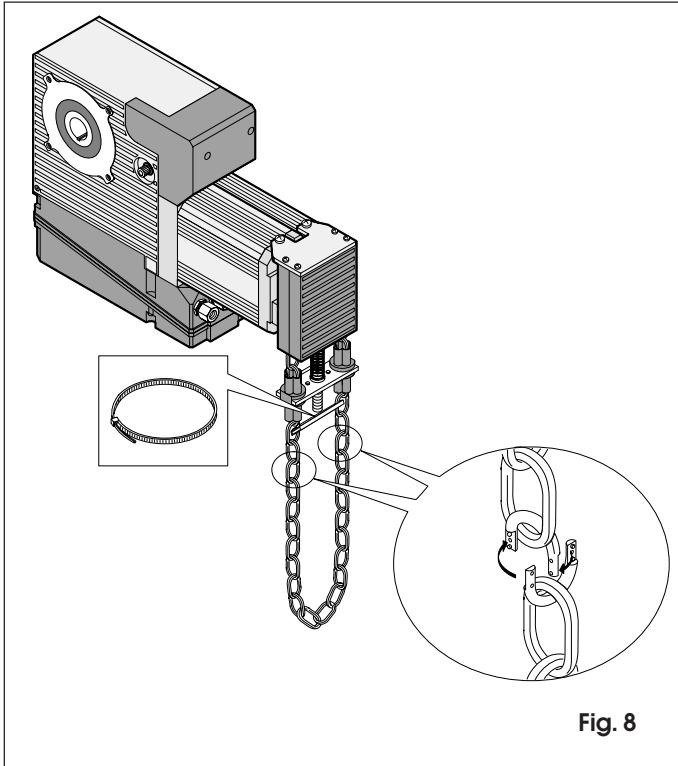
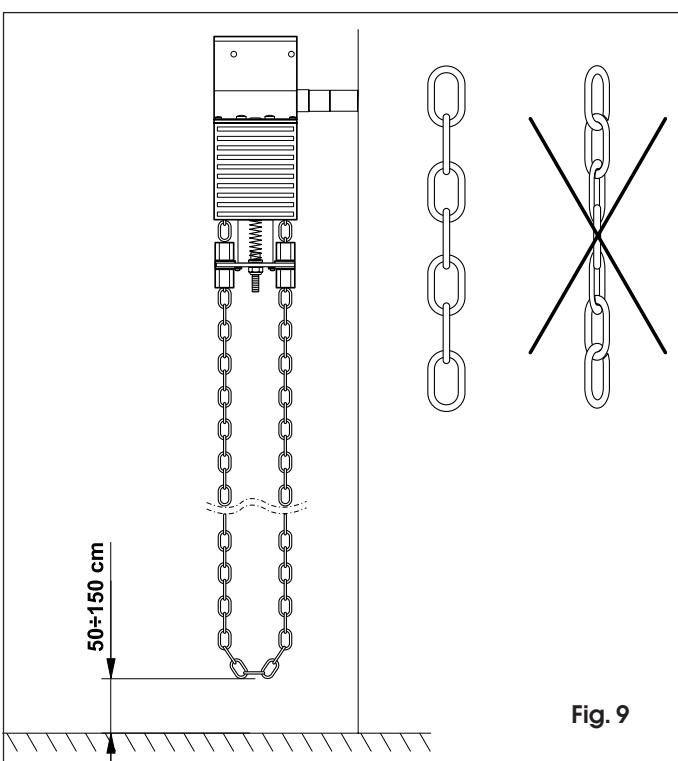

Fig. 8
Fig. 9
- Dérouler complètement la chaîne fournie et unir une extrémité à celle qui a déjà été introduite dans le treuil en utilisant un des maillons de jonction fourni (voir figure 8). Couper la chaîne à la dimension requise en évitant que la partie inférieure de l'anneau qu'elle forme ne touche le sol (voir figure 9) et assembler les deux autres extrémités des chaînes. Couper le collier de service. Régler la vis du ressort d'équilibrage (voir figure 10) afin que le support du treuil disparaisse totalement à l'intérieur du boîtier en plastique (voir figure 11). Vérifier que la traction d'une seule des branches de la chaîne provoque l'embrayage du treuil et qu'au relâchement celui-ci revienne en position folle. Verrouiller l'écrou de fixation et contrôler que l'actionnement de
Si on utilise le kit de rallonge de la chaîne, remplacer le ressort d'équilibrage (fig. 10 réf. 3) par celui qui se trouve dans le kit même et on recommande de coller entre eux les éléments des maillons de jonction durant l'assemblage (voir fig. 8).